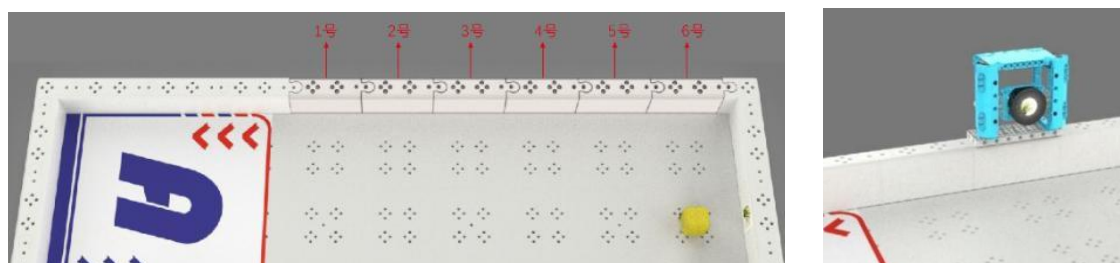

图 7 作物辨识区挡板编号及 2 号挡板上放置的作物辨识装置示意图
4. 作物辨识区：每个基础场地中有两个作物辨识区，其分别位于两侧启动区前的一段挡板处（从启动区向前依次标记 1-6 号挡板），活动现场会公布哪一号挡板上放置作物辨识装置。如图 7 所示。